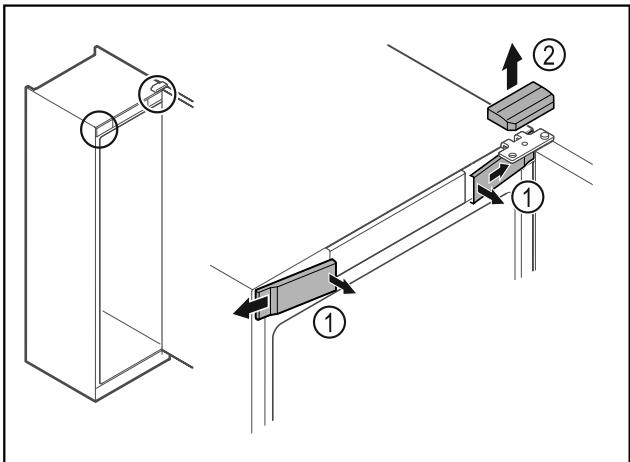

Fig. 17
- ▶ Звільніть передні кришки Fig. 17 (1) всередині від фіксатора та поверніть убік.
- ▶ Зніміть верхню кришку Fig. 17 (2) вгору.